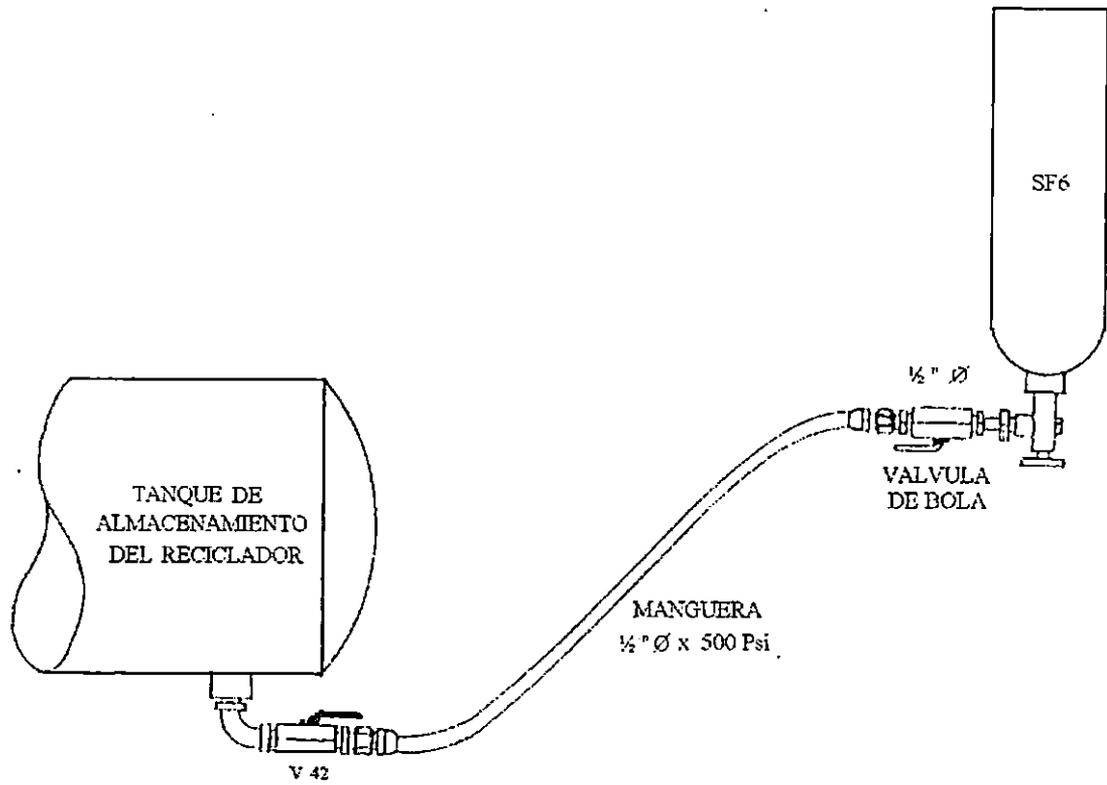

Figura 2.14 Transferencia de líquido
- 1) Una el sistema de la válvula de bola suministrado, para un cilindro lleno de SF6. Figura 2.14.
- 2) Levante el cilindro que contiene el gas SF6 (Estado líquido) un pie mínimo sobre el nivel del tanque de almacenamiento del reciclador, e invierta el cilindro (Figura 2.14).